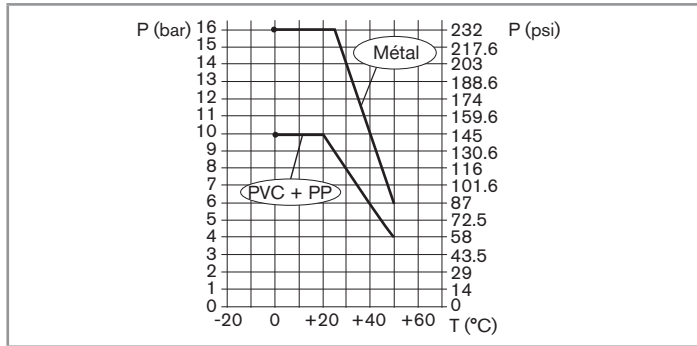
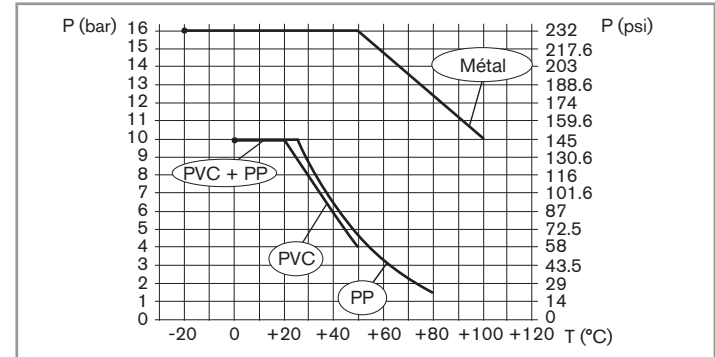

Fig. 4 : Dépendance entre la température du fluide et la pression du fluide, variante d'appareil avec un écrou-raccord PVC, avec Type S022 en métal, PVC ou PP
Fig. 5 : Dépendance entre la température du fluide et la pression du fluide, variante d'appareil avec un écrou-raccord PVDF, avec Type S022 en métal, PVC ou PP
• Variante d'appareil avec écrou-raccord G 1 1/2"	PN16 3) La pression du fluide peut être limitée par la température du fluide, par le matériau de l'écrou-raccord et par le matériau du type S022. Se référer à <a href="#">Fig. 2</a> , <a href="#">Fig. 4</a> et <a href="#">Fig. 5</a> .
• Variante d'appareil avec écrou-raccord G 1 1/2"	La température du fluide peut être limitée par la pression du fluide, par le matériau de l'écrou-raccord et par le matériau du Type S022. Se référer à <a href="#">Fig. 2</a> , <a href="#">Fig. 4</a> et <a href="#">Fig. 5</a>